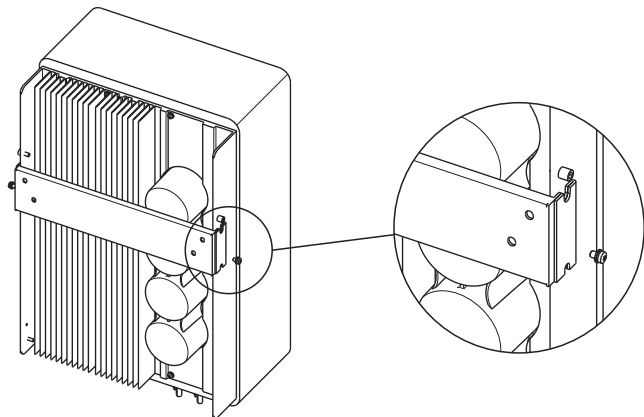

Figura 4.5 Suporte para montagem em parede
Consulte a Figura 4.4 e a Figura 4.5 para obter instruções sobre a montagem do inversor. O inversor deve ser montado verticalmente. As etapas para montar o inversor estão listadas abaixo.
2. Levante o inversor (evitando um excessivo esforço corporal) e alinhe o suporte traseiro do inversor com a seção convexa do suporte de montagem. Pendure o inversor no suporte de montagem e certifique-se de que o inversor esteja seguro (veja Figura 4.5).